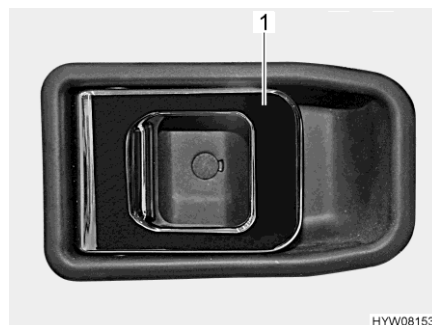

Bild 53 Türschloss (Fahrertür/Eingangstür innen)
- Am Griff (Bild 53,1) ziehen. Das Türschloss wird entriegelt bzw. geöffnet.
- Den Griff (Bild 53,1) drücken. Das Türschloss wird verriegelt.